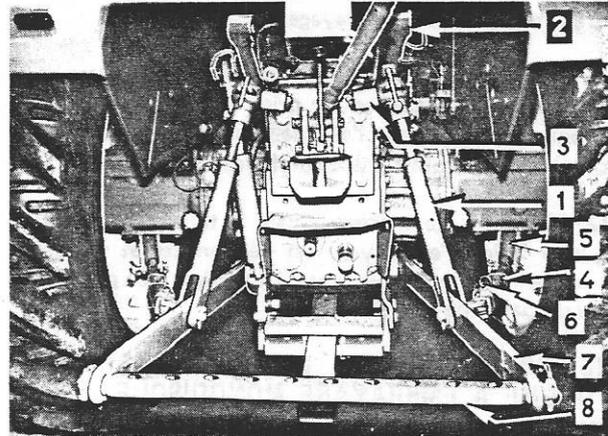

Figure 43 — Attelage 3-points avec barre d'attelage verrouillée horizontalement et verticalement.
Fixez les tringles de relevage (1, fig. 43) dans les supports (3) pour obtenir un réglage vertical rigide de l'attelage.